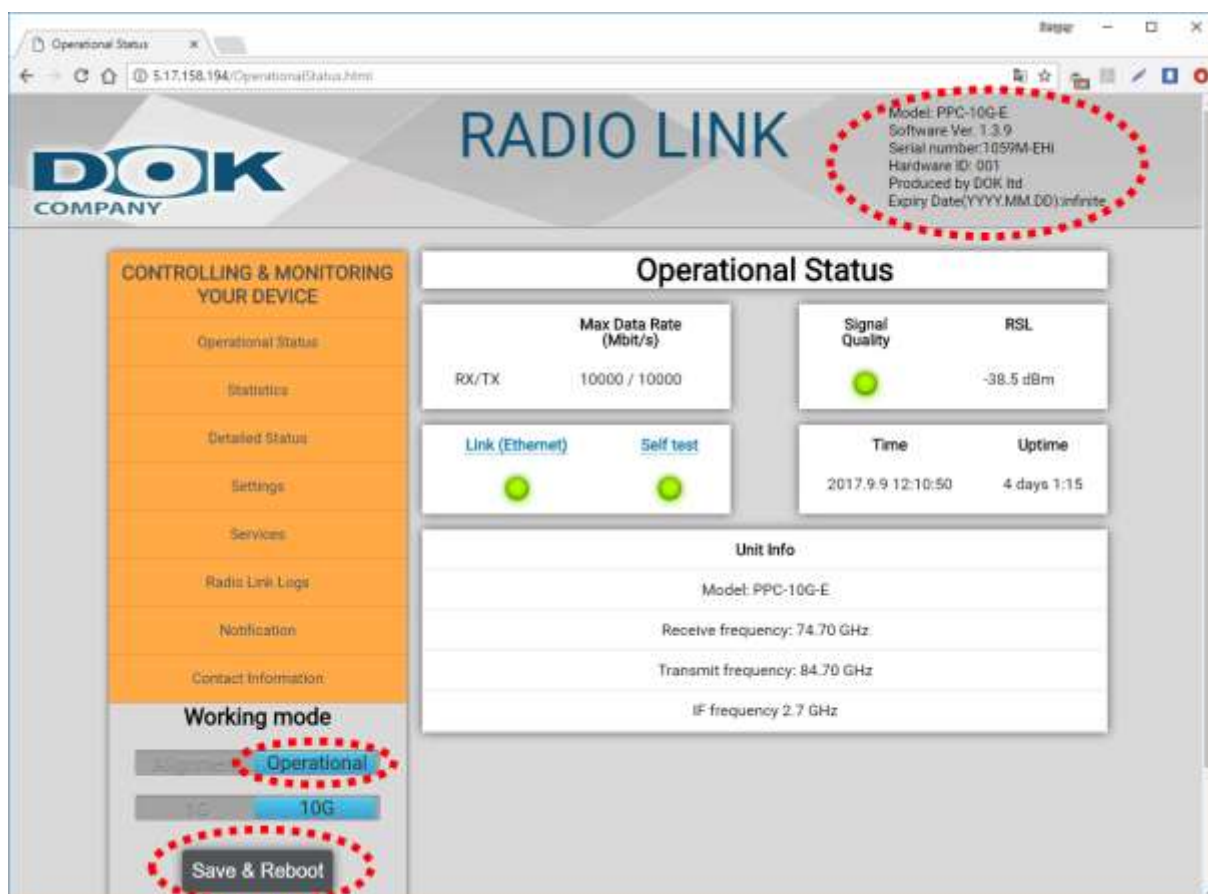

Рис. 6.2
- Выберите уровень доступа (Access Level) как администратор (**Installer**). Введите пароль по умолчанию: **111111**, и дождитесь загрузки окна WEB-интерфейса (рис. 6.2).
Примечание. При приобретении радиомоста в рассрочку (в лизинг) оператору эксплуатирующей организации выдается временный лицензионный ключ. Этот ключ необходимо ввести, выбрав вкладку **Change Key** в меню **Settings**. Временные лицензионные ключи имеют ограниченный срок действия (до следующего платежа по договору). Если не ввести вовремя очередной временный лицензионный ключ, то приемопередатчик самостоятельно отключится. Время, оставшееся до отключения (Expire Date), показывается в шапке интерфейса в правом верхнем углу окна браузера (см. рис. 6.2). После 100% оплаты выдается бессрочный лицензионный ключ (Infinite).